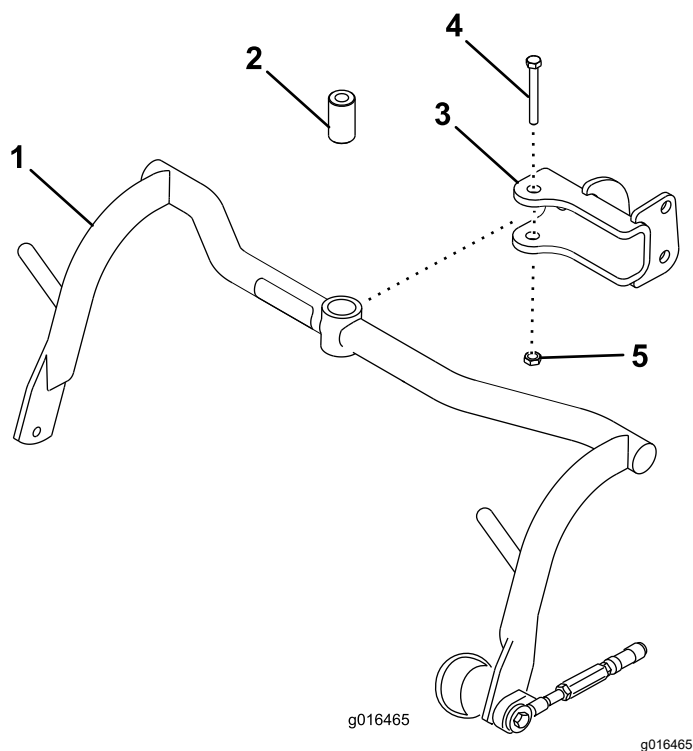

Figura 5
1. Montați un ansamblu de cadru de susinere pe fiecare tift cu un distanțier, un urub ($\frac{1}{2}$ x 3- $\frac{1}{4}$ ") și o contrapiuliță ($\frac{1}{2}$ "); consultați Figura 5. Strângeți la un cuplu între 91 - 113 N·m.